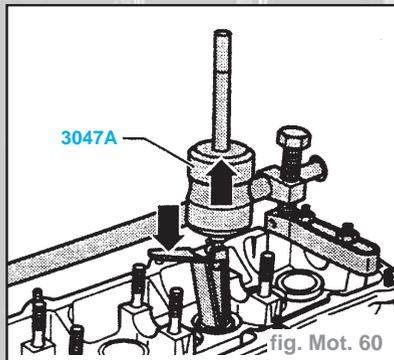

fig. Mot. 60
- Extraire les étanchements des tiges de soupapes avec 3047A (fig. Mot. 60).